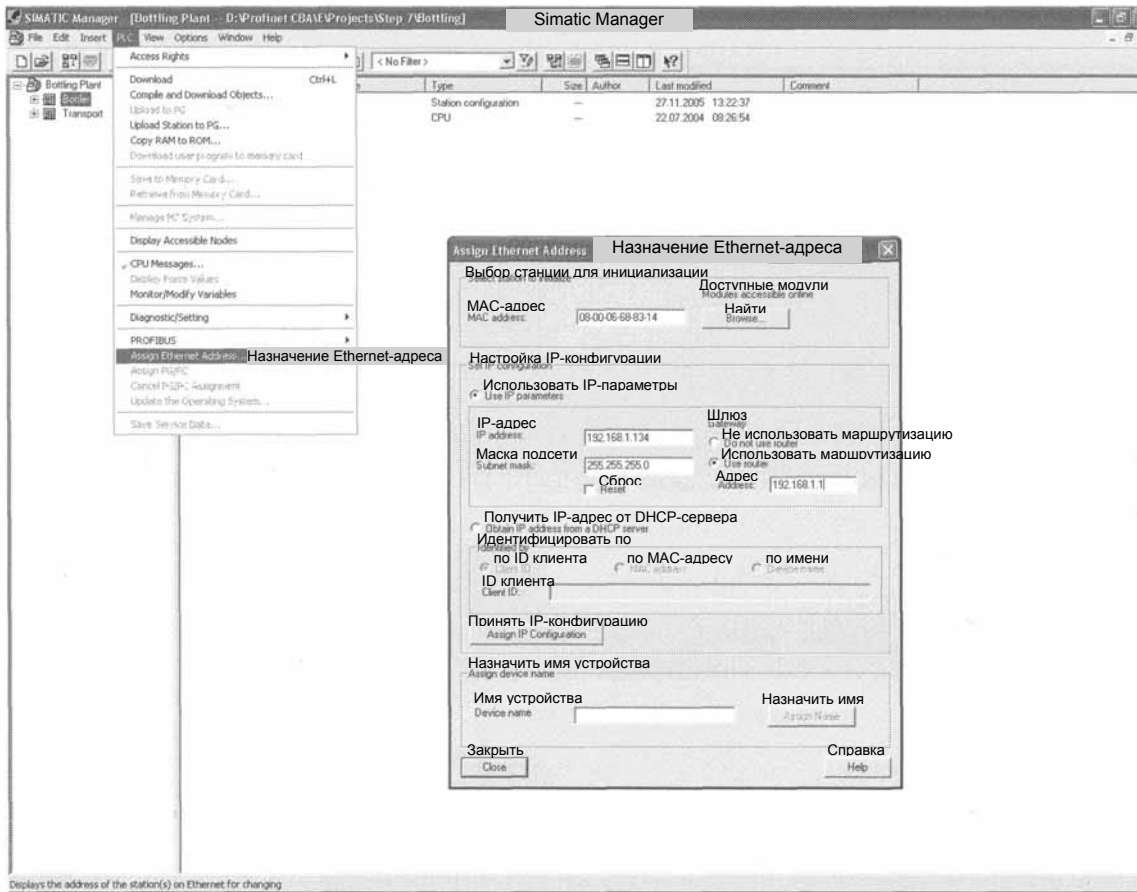

Рис. 5.52 Назначение IP-адреса в Simatic Manager
- Ethernet-интерфейс ПК со станцией проектирования STEP 7 должен быть доступен ПК STEP 7 / NCM. Для этого точка доступа для IE-модуля должна быть установлена в S7ONLINE в окне "Set PG/PC interface" ("Настройка интерфейса ПК / PG") (см. рис. 5.52 и таблицу 5.17).